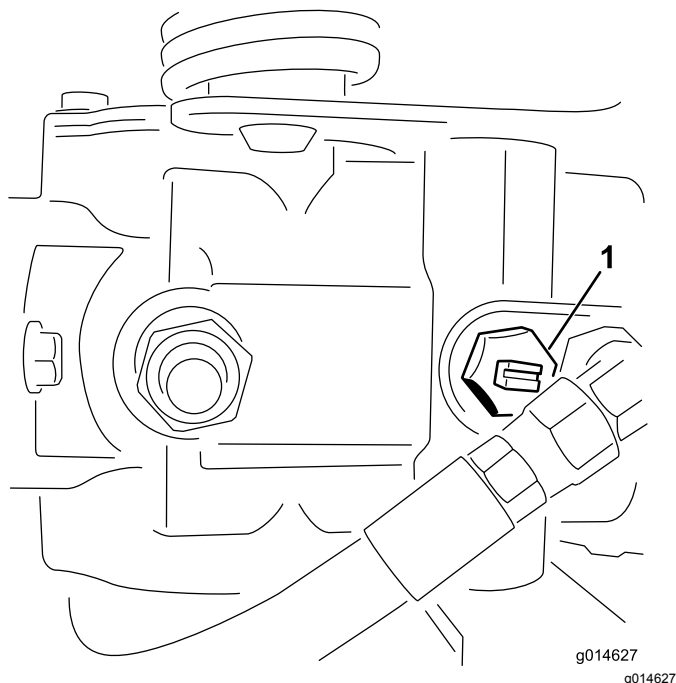

Рисунок 23
2. Перед запуском двигателя закройте перепускной клапан, повернув его так, чтобы паз находился в горизонтальном положении (Рисунок 23).
1. Найдите на насосе перепускной клапан и поверните его так, чтобы паз был вертикален (Рисунок 23).